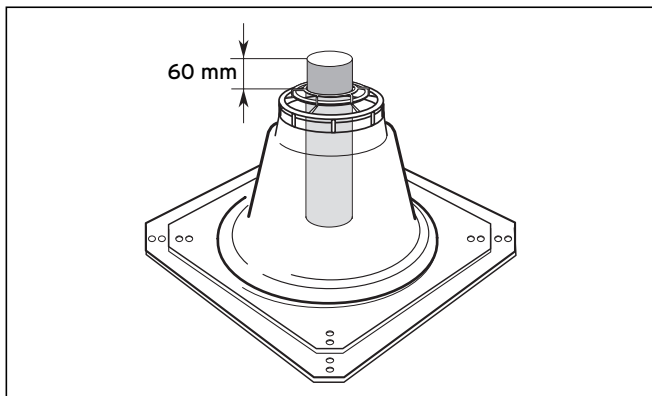

Рис. 6.12 Длина верхней трубы отходящих газов
- Контроль: Труба продуктов сгорания (3, см. рис. 6.12) должна выступать на 60 мм.